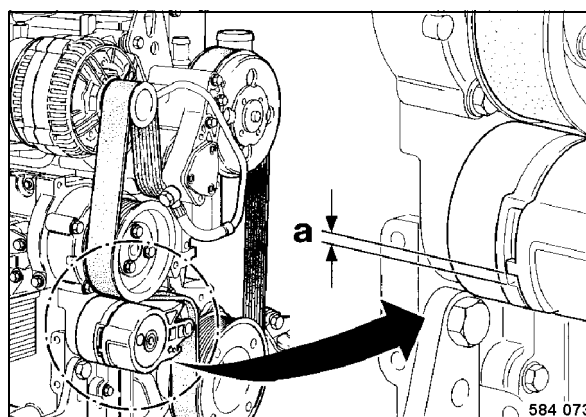

fig. 130
- Mesurer la distance entre le nez du bras tendeur mobile et le carter fixe du tendeur (fig. 130).